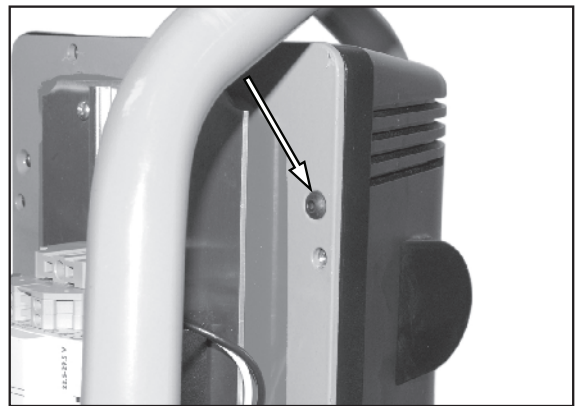

Figura 16.
5. Consulte la Figura 16. Retire los dos tornillos y el alojamiento del motor.